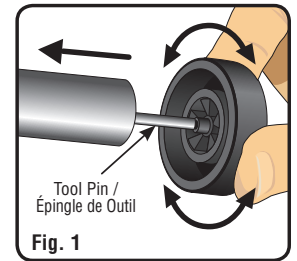

Fig. 1
2. Insert tool pin into wheel bore on backside of wheel. Apply steady pressure while twisting wheel until hub is flush on Tool (Fig. 1). Twist wheel to remove. Remove any wheel residue from pin. Repeat process 3 times on each wheel.
2. Insérer épingle de outil dans l'alésage de la roue à l'arrière de la roue. Appliquer une pression constante pendant la torsion de roue jusqu'à ce que le moyeu soit au ras de l'outil (Fig. 1). Torsion roue à retirer. Retirez tout résidu de roue de l'alésage. Répéter l'opération 3 fois sur chaque roue.